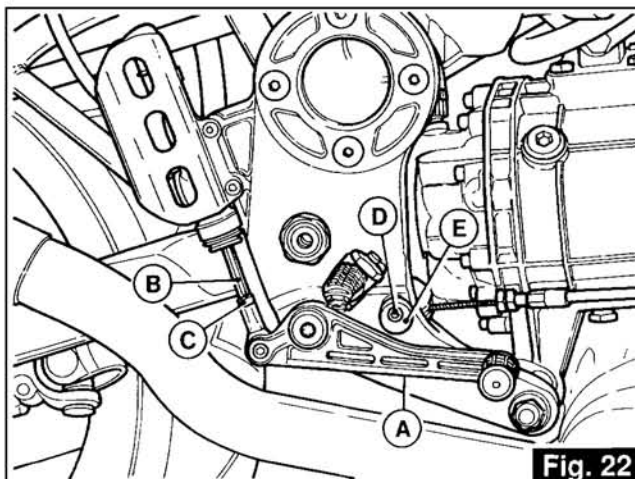

Fig. 22
5.3 RÉGLAGE DE LA PÉDALE DE COMMANDE DU FREIN ARRIÈRE (fig. 22)
5.3 EINSTELLUNG DES PEDALS ZUR BETÄTIGUNG DER HINTERRADBREMSE (Abb. 22)